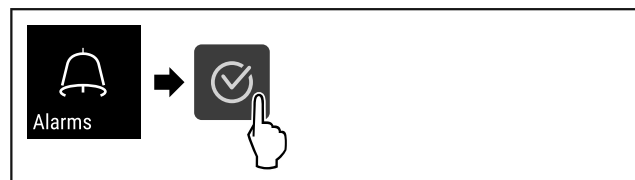

Fig. 103
- ▶ Εκτελέστε τα βήματα ενεργειών (βλέπε Fig. 103) .